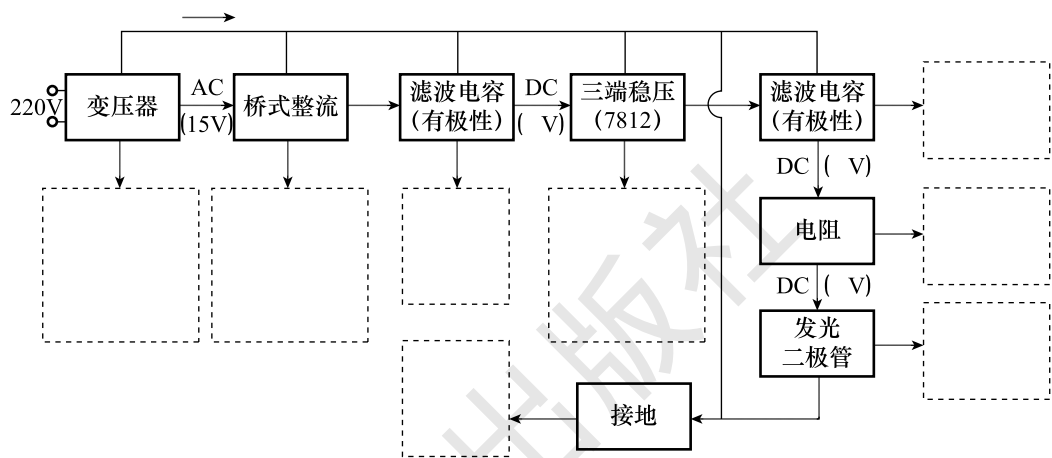
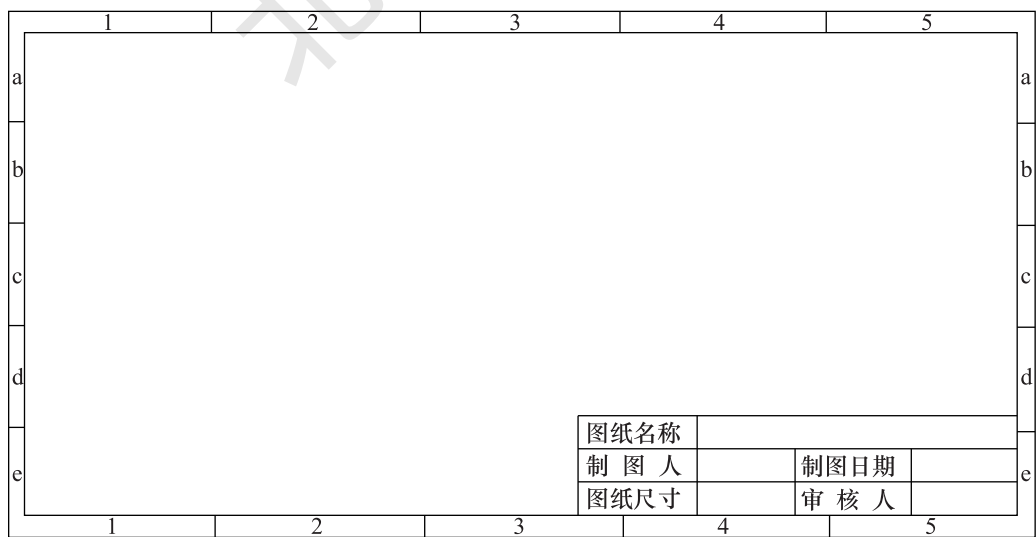

图 1-21 整流电源原理方框图
图 1-22 整流电源原理图
(15) 根据图 1-21 提示，将元器件图形符号填入对应虚线框中并在括号中填入正确数值。
(16) 根据图 1-21，在如图 1-22 所示的空白原理图中，完成整流电源原理图绘制，并在原理图右下角标题栏中填写相关数据。